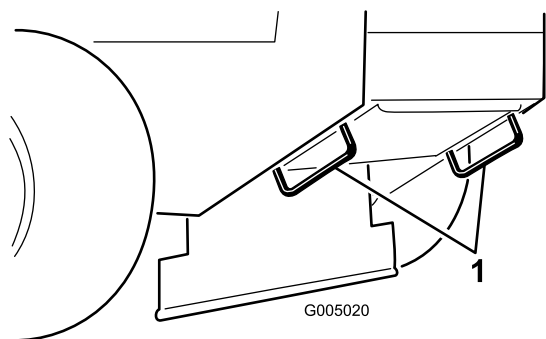

Figure 9
5. Servez-vous des points d'attache en métal de la machine pour arrimer solidement la machine sur la remorque ou le véhicule utilitaire avec des sangles, des chaînes, des câbles ou des cordes (Figure 9).